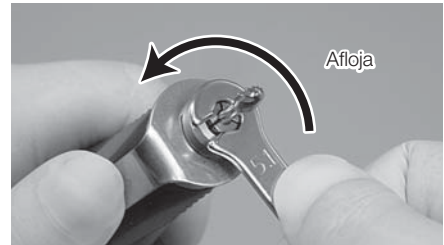

Fig. 8
- ※ Si la fresa tiene una gran superficie de corte y es usada bajo condiciones de elevado torque, el mandril puede girar en dirección de cierre y existe la posibilidad de que la fresa se quede atascada, e impida su desmontaje. En este caso, se hace coincidir la hendidura del morro y la parte del husillo (parte plana) donde se aplica la llave inglesa, y se fija el husillo utilizando la llave tipo L. Abra el anillo de bloqueo y gire el mandril en sentido antihorario con la llave inglesa proporcionada con el equipo. (Fig. 8)